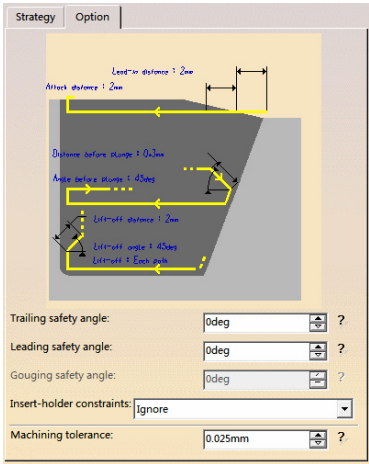

图 6-36 “Option” 选项卡（2）
● 单击“Option”选项卡 (2), 设置切入/切出参数如图 6-36 所示。